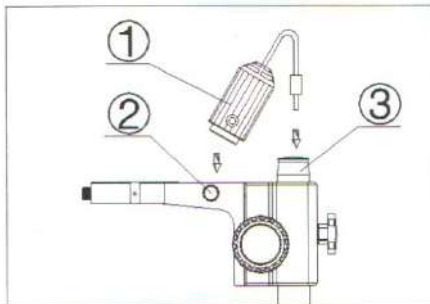

Рисунок 5
1. Выпуклую часть блока освещения (1) вставьте в основание по направлению винта блокировки (2). Затяните винт. (см. рисунок 5).
2. Вставьте штепсель в разъем (3).